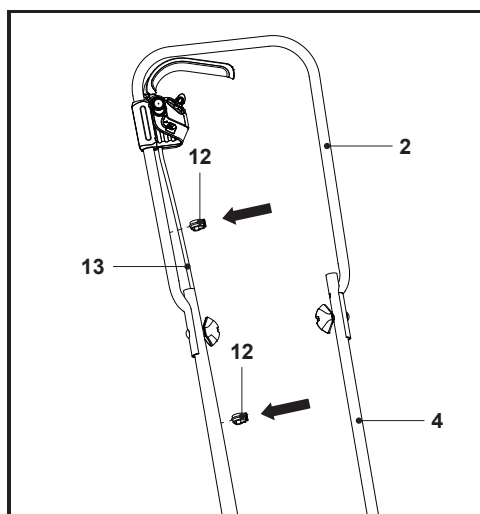

Fig. 3
3. Fixează cablul de interconectare (13) cu clemele de cablu (12) pe barele mânerului (2, 4) (fig. 3).